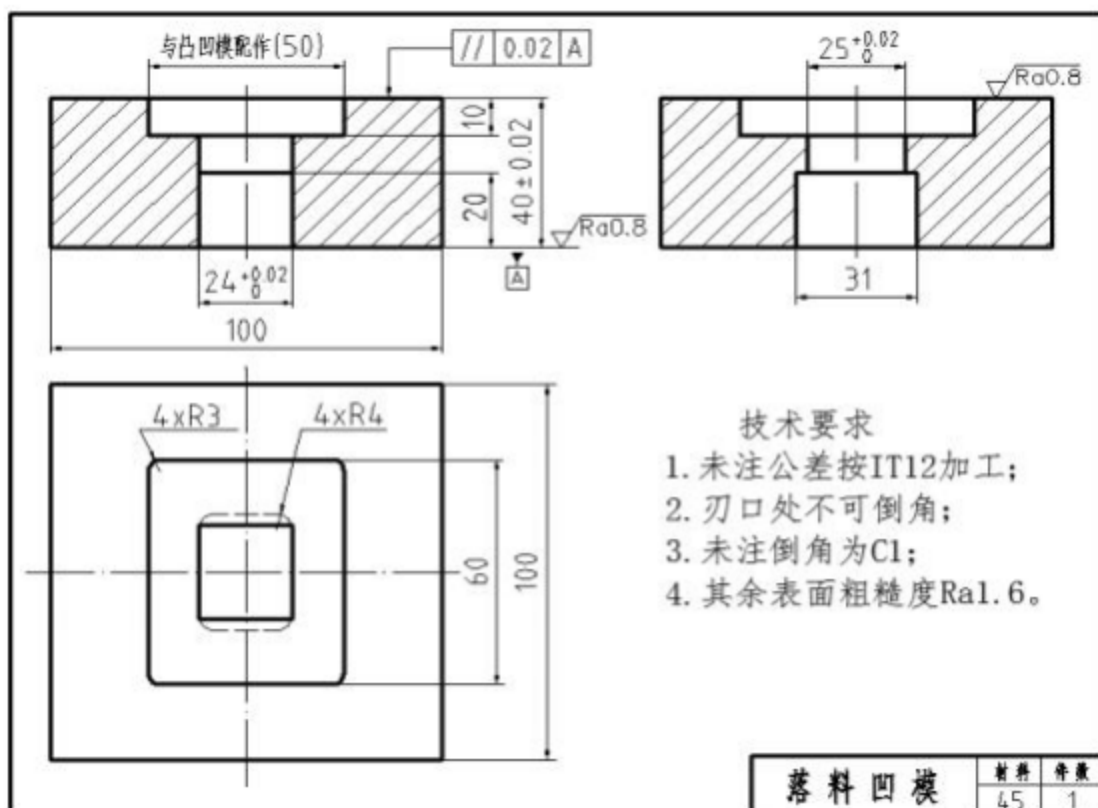

图 5 落料凹模示意图
3) 落料凹模（零件号 4）、冲孔凸模（零件号 11）、凸凹模（零件号 21）见示意图 5、6、7，由选手于比赛前自行加工并带到赛场，开赛前裁判进行检验，不符合示意图 5、6、7 要求的视为废件。